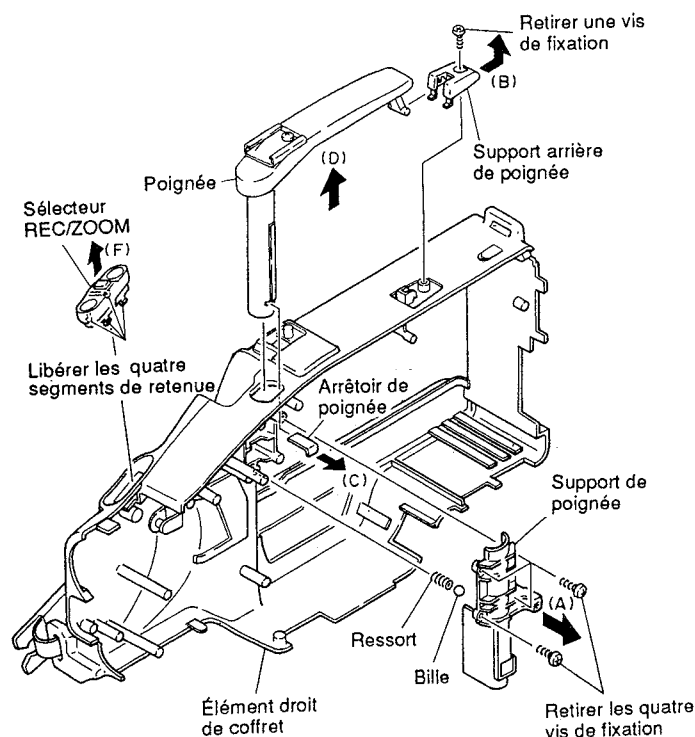

Fig. 2-3
- 1) Retirer les quatre (4) vis de fixation qui immobilisent le support de poignée. (Se reporter à la figure 2-3)
- 2) Retirer le support de poignée en agissant dans le sens indiqué par la flèche (A).
- 3) Dégager l'arrêt de poignée en agissant dans le sens indiqué par la flèche (C).
- 4) Retirer la (1) vis de fixation qui immobilise le support arrière de poignée.
- 5) Retirer le support arrière de poignée en agissant dans le sens indiqué par la flèche (B).
- 6) Dégager la poignée de transport en agissant dans la direction indiquée par la flèche (D).
- 1) Retirer les quatre (4) segments de retenue du sélecteur REC/ZOOM. (Se reporter à la figure 2-3)
- 2) Retirer le sélecteur REC/ZOOM en agissant dans le sens indiqué par la flèche (F).
- 1) Débrancher les quatre (4) connecteurs implantés sur la carte de circuits imprimés principale. (Se reporter à la figure 2-3)
- 2) Débrancher les cinq (5) connecteurs implantés sur la carte de circuits imprimés principale.
- 3) Débrancher les deux (2) rubans de connexion implantés sur la carte de circuits imprimés principale.
- 4) Retirer la (1) vis de fixation qui immobilise le fil de masse.
- 5) Libérer les deux (2) segments de fixation qui immobilisent la carte de circuits imprimés principale.
- 6) Libérer les deux (2) segments de fixation qui immobilisent le support de carte de circuits imprimés puis séparer la carte de circuits imprimés principale du mécanisme de transport de bande magnétique.